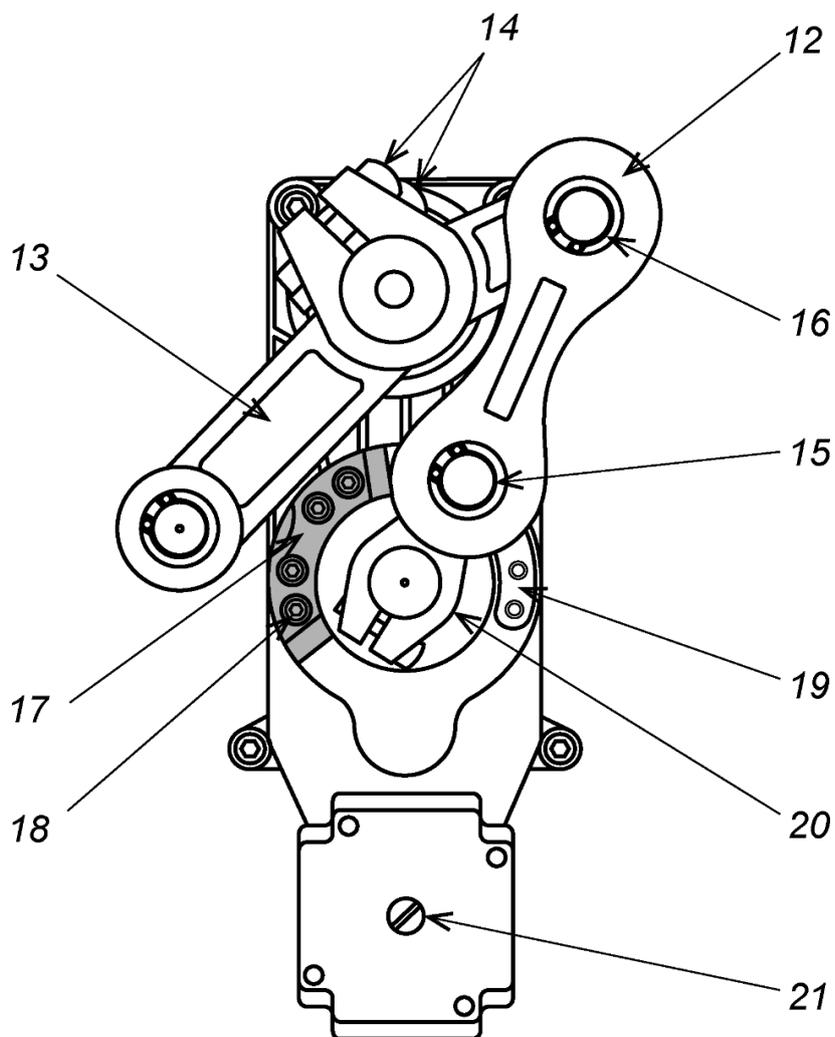

Рисунок 10. Порядок переустановки стрелы шлагбаума
Для разблокировки стрелы откройте дверцу шлагбаума и вращайте винт (ручку) (21) разблокировки привода (см. рис. 10) влево или вправо до тех пор, пока нижний шарнир шатуна (12) не выйдет из крайнего положения и стрела не станет поддаваться ручному воздействию вверх или вниз.
1. Откройте дверцу (2) стойки шлагбаума.
2. Шестигранным ключом S10 ослабьте два болта (14), фиксирующие рычаг (13) на валу кронштейна стрелы (см. рис. 10). Придерживайте стрелу от падения!